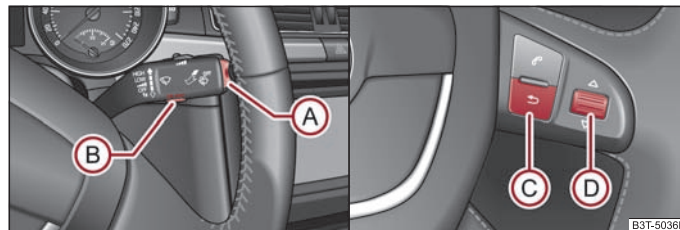

Abb. 19 Multifunktionsanzeige: Bedienelemente am Scheibenwischerhebel / Bedienelemente am Multifunktionslenkrad
Das Umschalten des Speichers erfolgt mit Hilfe der Taste **(B)** ⇒ Abb. 19 auf dem Scheibenwischerhebel oder mit Hilfe der Taste **(D)** auf dem Multifunktionslenkrad*
⇒ Abb. 19.
⇒ Abb. 19. Das Umschalten und Zurücksetzen am Multifunktionslenkrad erfolgt mit dem Rändelrad **(D)** ⇒ Abb. 19.
Die Außentemperatur wird im Display bei eingeschalteter Zündung angezeigt. Sinkt die Außentemperatur unter +4 °C, erscheint vor der Temperaturanzeige ein Schneeflockensymbol (Warnsignal für Glatteis) und es ertönt ein Warnsignal. Nach dem Drücken der Wipptaste **(A)** ⇒ Seite 20, Abb. 19 am Scheibenwischerhebel bzw. der Taste **(C)** ⇒ Seite 20, Abb. 19 am Multifunktionslenkrad* wird die Funktion dargestellt, die zuletzt angezeigt wurde.
Drücken der Taste **(B)** ⇒ Seite 20, Abb. 19 am Scheibenwischerhebel oder des Rändelrads **(D)** ⇒ Seite 20, Abb. 19 am Multifunktionslenkrad* für länger als 1 Sekunde.
Wenn Sie den durchschnittlichen Kraftstoffverbrauch für einen bestimmten Zeitabschnitt messen möchten, müssen Sie zu Beginn der Messung den Speicher auf Null setzen, mit der Taste **(B)** am Scheibenwischerhebel ⇒ Seite 20, Abb. 19 oder mit dem Rändelrad **(D)** am Multifunktionslenkrad* ⇒ Seite 20, Abb. 19. Nach dem Löschen erscheinen im Display auf den ersten 100 m Fahrstrecke Striche.
Im Display erscheint die zurückgelegte Fahrstrecke, die seit dem letzten Löschen des Speichers ⇒ Seite 19 vergangen ist. Wenn Sie die zurückgelegte Fahrstrecke von einem bestimmten Zeitpunkt an messen möchten, müssen Sie zu diesem Zeitpunkt den Speicher auf Null setzen, durch Drücken der Taste **(B)** ⇒ Seite 20, Abb. 19 am Scheibenwischerhebel oder des Rändelrads **(D)** am Multifunktionslenkrad* ⇒ Seite 20, Abb. 19.
Im Display wird die durchschnittliche Geschwindigkeit in km/h seit dem letzten Löschen des Speichers angezeigt ⇒ Seite 19. Wenn Sie die durchschnittliche Fahrgeschwindigkeit für einen bestimmten Zeitabschnitt messen möchten, müssen Sie zu Beginn der Messung den Speicher auf Null setzen, mit der Taste **(B)** ⇒ Seite 20, Abb. 19 am Scheibenwischerhebel oder mit dem Rändelrad **(D)** am Multifunktionslenkrad* ⇒ Seite 20, Abb. 19.
- Drücken Sie die Taste **(B)** ⇒ Seite 20, Abb. 19 am Scheibenwischerhebel oder das Rändelrad **(D)** am Multifunktionslenkrad* ⇒ Seite 20, Abb. 19. Im Informationsdisplay* wird angezeigt **Speed warning 50 km/h (Warnung bei 50 km/h)**. Diesen Wert können Sie mit Hilfe der Taste **(A)** am Scheibenwischerhebel oder durch Drehen des Rändelrads **(D)** am Multifunktionslenkrad* erhöhen oder verringern.
Wenn Sie jetzt die eingestellte Geschwindigkeitsgrenze überschreiten, wird im Display **Speed 50 km/h exceeded (Geschwindigkeit 50 km/h überschritten)** angezeigt. Diese Meldung wird so lange angezeigt, bis Sie die Geschwindigkeit unter die eingestellte Grenze reduzieren oder die Meldung ausschalten, durch Drücken der Taste **(B)** am Scheibenwischerhebel ⇒ Seite 20, Abb. 19 oder des Rändelrads **(D)** am Multifunktionslenkrad* ⇒ Seite 20, Abb. 19.